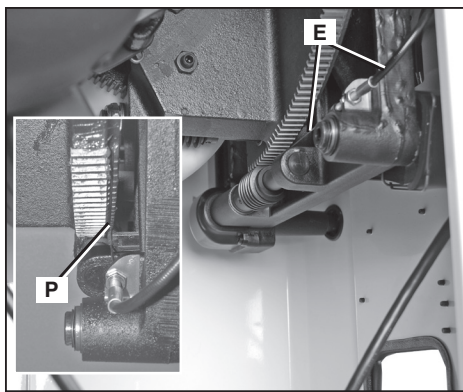

FIG. 83
CÂBLE INDICATEUR DE BISEAU (E) fig. 83 : ne pas laisser la poussière et les débris s'accumuler sur le câble (E) et la fente de contact (P). Débarrasser régulièrement la zone avec de l'air comprimé.
AU BESOIN, LUBRIFIER LES VIS SANS FIN (F) et (G) fig. 84 : ne pas laisser la poussière et les débris s'accumuler sur les vis sans fin. Débarrasser régulièrement la zone avec de l'air comprimé. Appliquer un lubrifiant tout usage à base de lithium sur ces vis en fonction du besoin. Lors d'un graissage de l'engrenage, prendre soin de ne pas appliquer de graisse sur le câble indicateur de biseau (E) fig. 83.